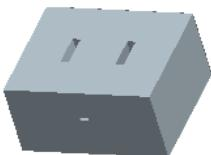
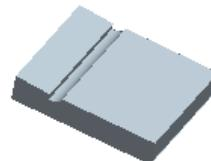

图 27.23 着色后的体积块（五）
图 27.24 着色后的体积块（六）
Step3. 在“体积块分割”操控板中单击**体积块**按钮，在“体积块”界面中单击1 **体积块_1**区域，如图27.23所示，然后在选中的区域中将名称改为PIN_02_BODY；在“体积块”界面中单击2 **体积块_2**区域，如图27.24所示，然后在选中的区域中将名称改为PIN_02_MOLD。